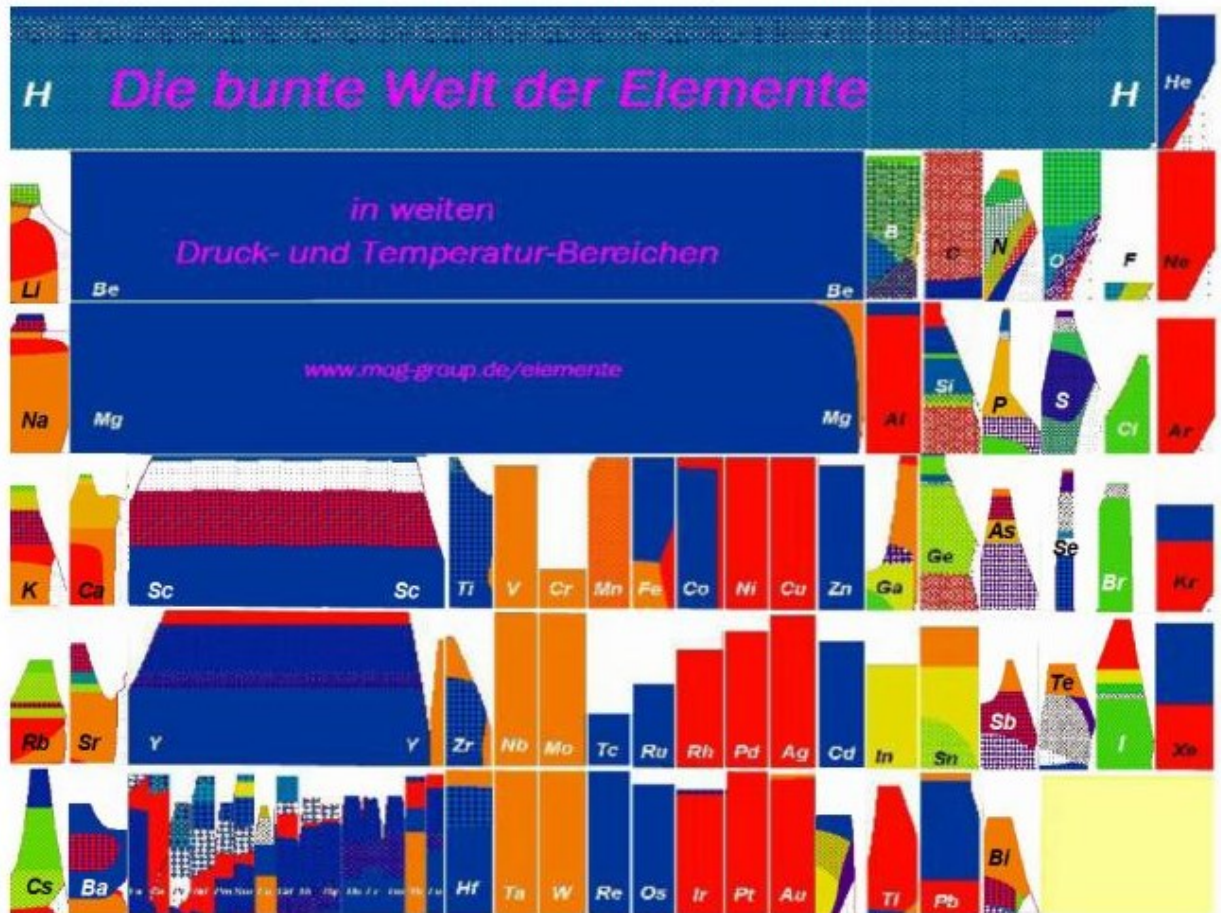

Abbildung 93: Die bunte Welt der Elemente unter hohem Druck
Damit ihr diese bunte Welt noch öfters mal ansehen könnt, habe ich für euch noch mit Bild 93 eine Überblickskarte entworfen.
Wenn ihr Bild 93 länger betrachtet, werdet ihr sicher etwas von der schönen Systematik wiedererkennen, die bei den Edelgasen am rechten Rand und bei den Übergangsmetallen in der Mitte sichtbar wird. Auch bei den Lanthanoiden findet ihr viel Systematik. Am linken Rand seht ihr die bunten Felder der Alkali- und Erdalkali-Metalle und auf der rechten Seite vor den Edelgasen die vielfältigen Muster der Nichtmetalle.
An diesen Papierturm sind gleich noch zwei Henkel angeklebt, und in der Höhe halbiert liefert er euch Modelle für zwei Kaffeetassen. Wenn ihr Bild 93 als Fotovorlage verwendet, könnt ihr damit auch wie im Bild 95 gezeigt bedruckte Trinkgefäße im Internet bestellen, um immer wieder über diese bunte Welt der Elemente nachzudenken und mit euren Freunden darüber zu diskutieren.
**Der Alchemist:** Bei der bunten Welt der Elemente (Bild 93) stand Wasserstoff (H) mit einem schmalen Bereich für Helium (He) in der obersten Zeile. Genau so bildet auch